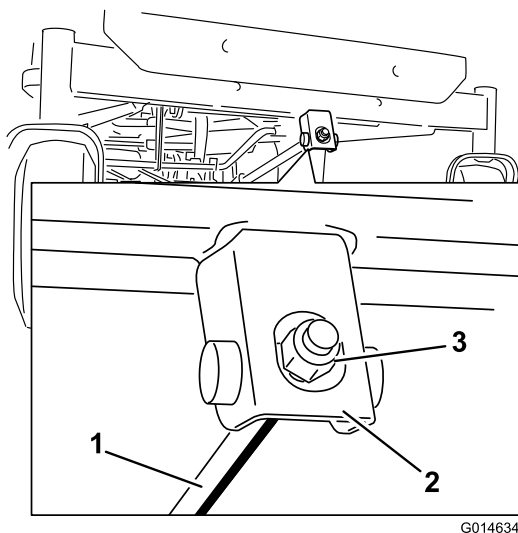

Figura 57
6. Para ajustar a inclinação da lâmina da frente para trás, rode a porca de ajuste na parte da frente do cortador (Figura 57).